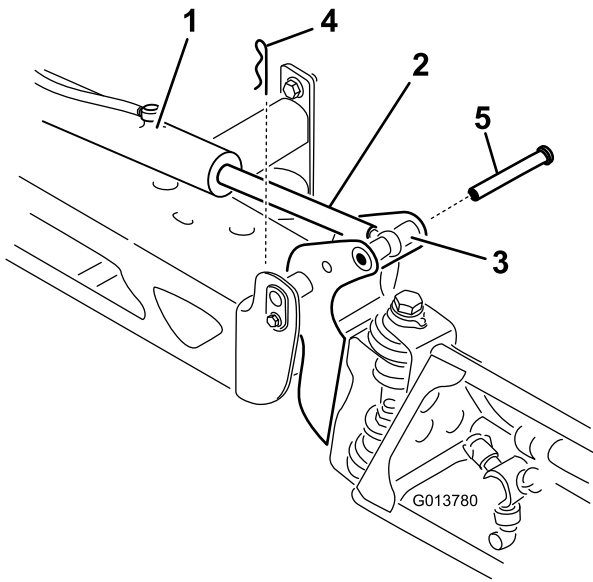

图 62
2. 从枢轴销上拆下发卡销 图 62。
3. 向上提起喷洒臂段拆下柱销然后将喷洒臂段慢慢放到地面上 图 62。
7. 支撑住喷洒臂段将柱销插入喷洒臂段枢轴和提升器杆图 62。